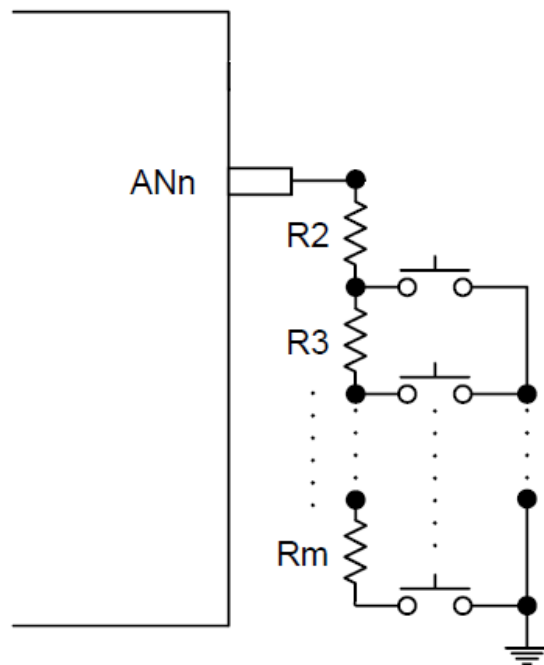

Figure 16-3 ADC 按键输入串联电阻应用参考图
6. 如果 Figure16-3 中的某个键被按下，端口上就会有一个电压值，当这个电压值小于 4.2V (@VDD=5V) 时，AMWIF 标志位会被拉高。芯片也会从省电模式醒来，同时进入 ADC 中断服务程序，软件清零 AMWIF 标志；